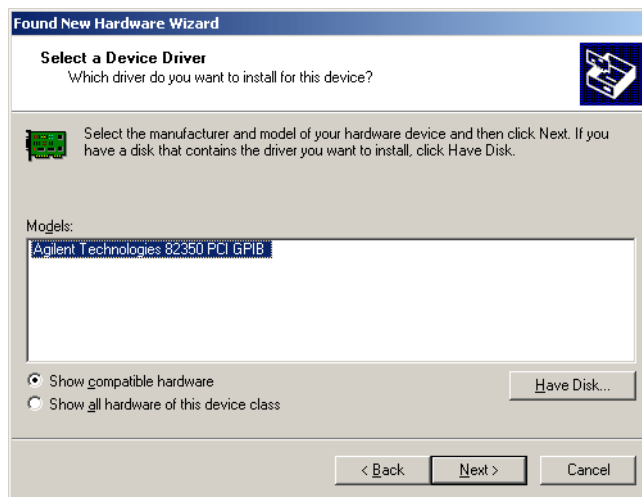

Figura 31 Finestra Hardware wizard: selezione del modello
- 2 Nel riquadro '**Models**' selezionare '**Agilent Technologies 82350 PCI GPIB**' (vedere la Figura 31) e premere **Next** per avviare l'installazione.